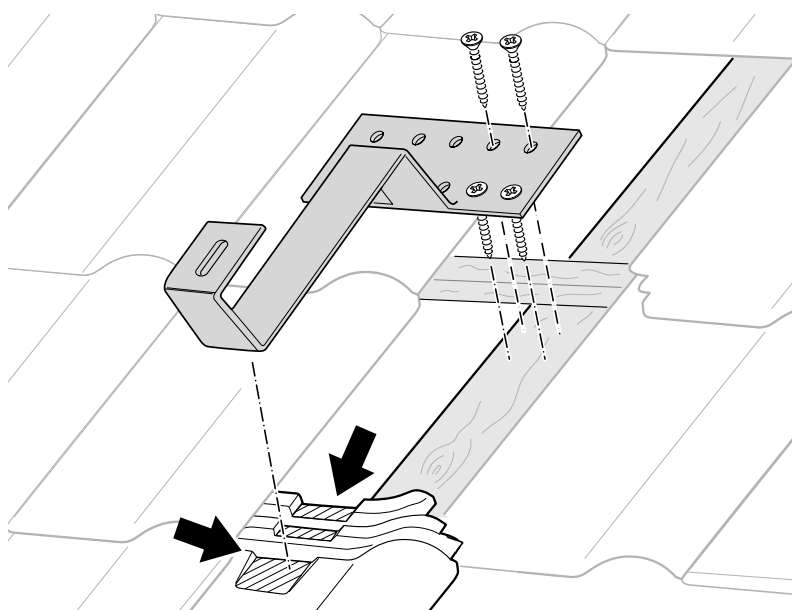

Bild 3a
- Entsprechend Bild 3a die Position der Sparrenanker anzeichnen. Wichtig: Sparrenanker immer im Wellental der Dachziegel positionieren.